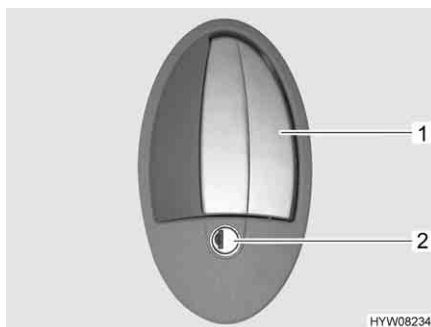

Fig. 12 Serratura della porta, lato esterno
- Inserire la chiave nel cilindro della serratura (Fig. 12,2) e ruotare fino a quando la serratura della porta si sblocca.
- Tirare la maniglia della porta (Fig. 12,1). La porta è aperta.
- Inserire la chiave nel cilindro della serratura (Fig. 12,2) e ruotare fino a quando la serratura della porta si blocca.